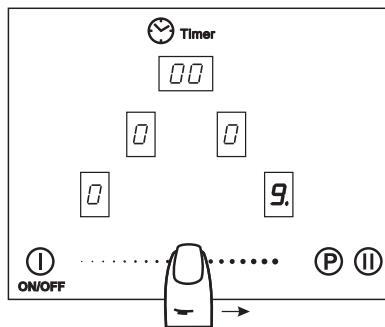

Рис.13
2. Для выбора необходимого режима нагрева коснитесь поверхности ④ - «скользящая кнопка» в районе требуемого режима нагрева конфорки и, при необходимости, перемещая палец, измените режим нагрева (рис.13). Когда уровень мощности меняется, звучит сигнал, а в окне выбранной конфорки отображается мощность от «**0**» до «**9**».